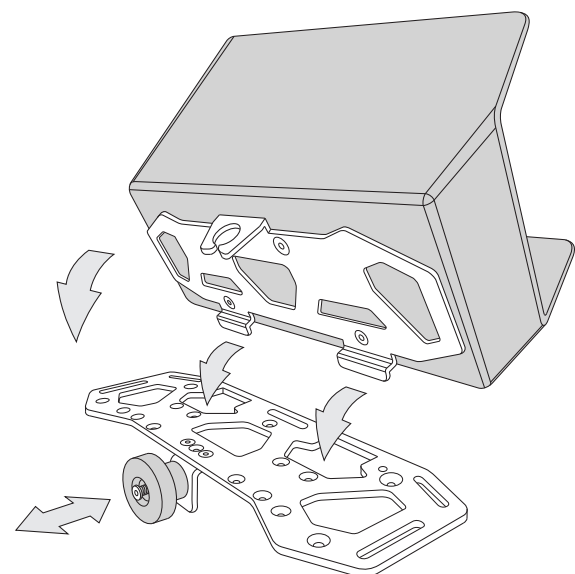

Abbildung 14. Befestigung des offenen Behälters am Cargo-Träger
4. Sichern Sie den offenen Aufbewahrungsbehälter mithilfe der Schnellverriegelungsvorrichtung wie in **Abbildung 14** gezeigt am Cargo-Träger.